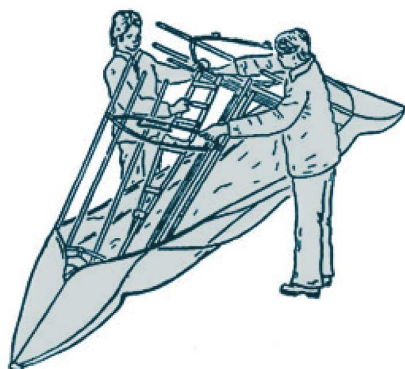

Рисунок 6.
6. Приподнимите носовую и кормовую части каркаса (рис.6). Важно правильно установить кильсон. Совместите шипы на конце кильсона носового 7 с отверстиями на торце кильсона кормового 8 (рис. 7а, 7б).